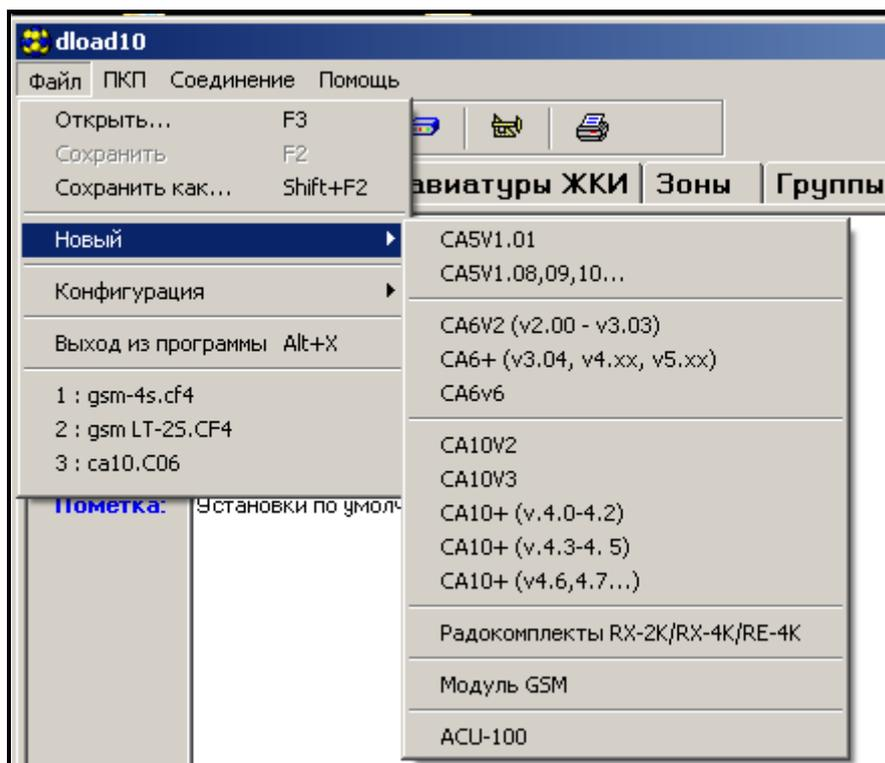

Рисунок 9.
2. Открыть окно с данными модуля, выбрав из меню программы **Файл→Новый →Модуль GSM** (см. рисунок 9).